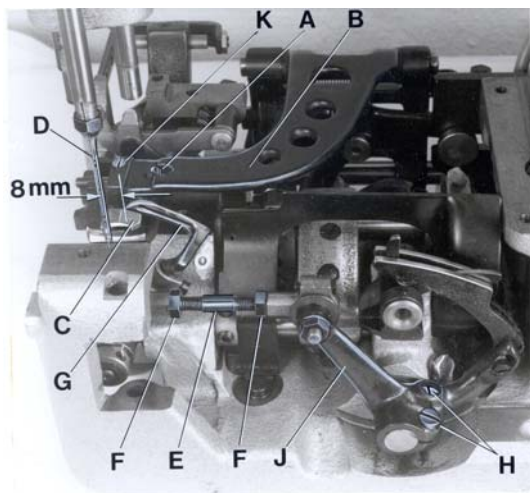
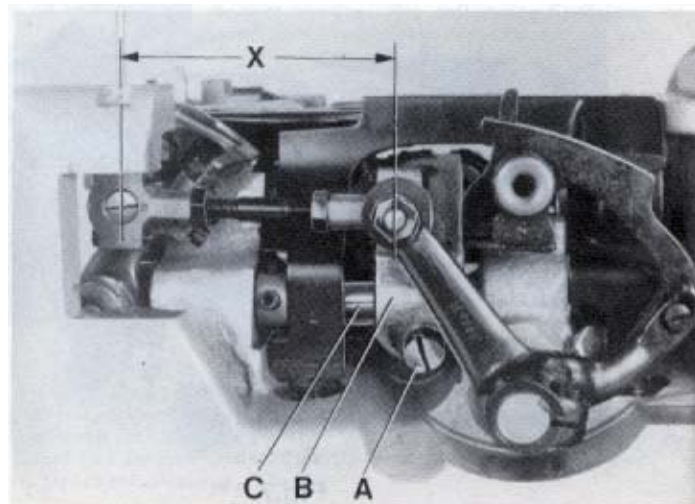
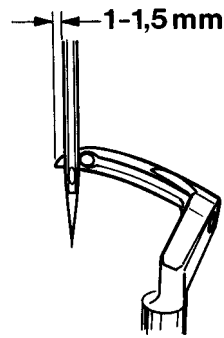
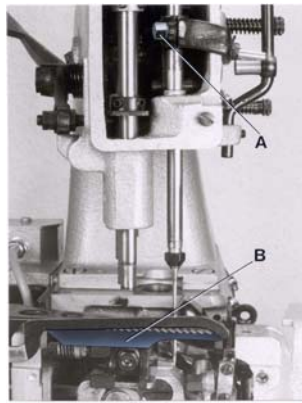

Fig. 3
Fig. 4
Fig.5
Fig. 6
Remove the presser foot, throat plate and feed dog and on styles 80800TL, TAL, U, UA, UL and UAL also the needle guard for convenient access to the machine. On styles 80800R, RL, S and SL loosen the screw (A, Fig. 3) in the feed bar (B) and push the feed bar needle guard (C) to the rear to avoid its contacting the needle (D).
For the two thread double locked stitch styles 80800R, RL, TL, TAL, U, UA, UL and UAL, set the looper connecting rod (E) so the distance (X, Fig. 4) between the center lines of the two ball joints is 69.8 mm (2 3/4"). The dimension (X, Fig. 4) should be 68.3 mm (2 11/16) on the single thread chain stitch styles 80800S and SL. For adjustment loosen the two nuts (F, Fig. 3) and turn connecting rod (E) forward or backward as required to obtain specified dimension, retighten nuts (F).
Rotate the machine pulley in operating direction so that the looper moves from right to left. The looper point should pass as close as possible to the back of the needle without contacting 0.08 to 0.13 mm (.003 to .005") clearance. For adjustment loosen screws (A, Fig. 4) in the looper eccentric fork (B) and turn looper rocker shaft (C) on the looper rocker forward or backward as required. Retighten screw (A).
Quite el pie prensa tela, la placa de la aguja y el diente de arrastre y en las máquinas 80800TL, TAL, UA, UL y UAL también el guarda aguja para tener mejor acceso a la máquina. En los estilos 80800R, RL, S, y SL suelte el tornillo (A, Fig. 3) en la barra de alimentación B y mueva el guarda aguja (C) en la barra de alimentación hacia atrás para evitar que tenga contacto con la aguja (D).
Para las máquinas de dos hilos como 80800R, RL, TL, TAL, U, UA, UL y UAL ajuste la barra del looper (E) para que la distancia (X, Fig. 4) entre los centros de las juntas tenga una distancia de 69,8 mm (2 3/4"). Esta distancia (X, Fig. 4) debería ser 68,3 mm (2 11/16) en las máquinas de un solo hilo 80800 S y SL. Para ajustarlo suelte las dos tuercas (F, Fig. 3) y gire la barra (E) hacia adelante o hacia atrás para conseguir la distancia requerida. Apriete nuevamente las tuercas (F).
Gire el volante en sentido de operación para que el looper se mueva desde la derecha hacia la izquierda. La punta del looper debería pasar muy cerca detrás de la aguja sin tocarla – distancia 0.08 a 0,13 mm (.003 a .005"). Para lograr este ajuste debería soltar el tornillo (A, Fig. 4) en la horquilla excéntrica (B) del looper y girar el eje del looper (C) hacia adelante o hacia atrás. Apriete el tornillo (A) otra vez.
Remove the face cover on machine arm. Rotate machine pulley in operating direction until the looper point, moving to the left, projects 1 to 1.5 mm (.040" to .060") left of the needle (see Fig. 5). Lower edge of looper and upper edge of needle eye must be flush in this position. If adjustment is necessary, loosen clamp screw (A, Fig. 6) in the needle bar connection and move the needle bar up or down, as required. Retighten screw (A) and remount face cover.
At highest point of feed dog travel, the feed dog (B, Fig. 6) should be set so, that the rear teeth project their full depth above the throat plate surface. For setting remove the feed dog and adjust the supporting screw (K, Fig. 3) on the top of the feed bar to the required height. Remount the feed dog, and on styles 80800TL, TAL, U, UA, UL and UAL also the needle guard.
The needle guard (C, Fig. 3) has to be set so, that it just contacts the needle at its most forward point of travel, without deflecting it. On styles 80800R, RL, S and SL loosen screw (A, Fig. 3) in the feed bar (B) and adjust the needle guard (C) accordingly. Retighten screw (A).
Remueva la tapa frontal en el brazo de la maquina. Gire el volante de la maquina en sentido de operación hasta que la punta del looper pase 1 a 1,5 mm (.040" a .060") la aguja (vea Fig. 5). En esta posición el borde inferior del looper tiene que encontrarse en el limite superior del ojo de la aguja. Si se requiere ajuste, suelte el tornillo (A, Fig. 6) en la conexión de la barra de la aguja y mueva la barra hacia arriba o hacia abajo como requerido. Apriete el tornillo (A) y ponga la tapa frontal otra vez.
En el punto mas alto del recorrido del alimentador, los dientes del alimentador deberían sobrepasar la placa de la aguja por la altura completa de los dientes. Para lograr este ajuste remueva el alimentador y ajuste el tornillo de soporte (K, Fig. 3) en la parte superior de la barra de la alimentación a la altura requerida. Monte el alimentador otra vez y en los estilos 80800TL, TAL, U, UA, UL y UAL también el guarda aguja.
Hay que ajustar el guarda aguja (C, Fig. 3) para que toque en su movimiento hacia delante la aguja pero no la desvíe.
En los estilos 80800R, RL, S y SL suelte el tornillo (A, Fig. 3) en el soporte del transportador (B) y ajuste el guarda aguja (C). Apriete el tornillo (A) nuevamente.